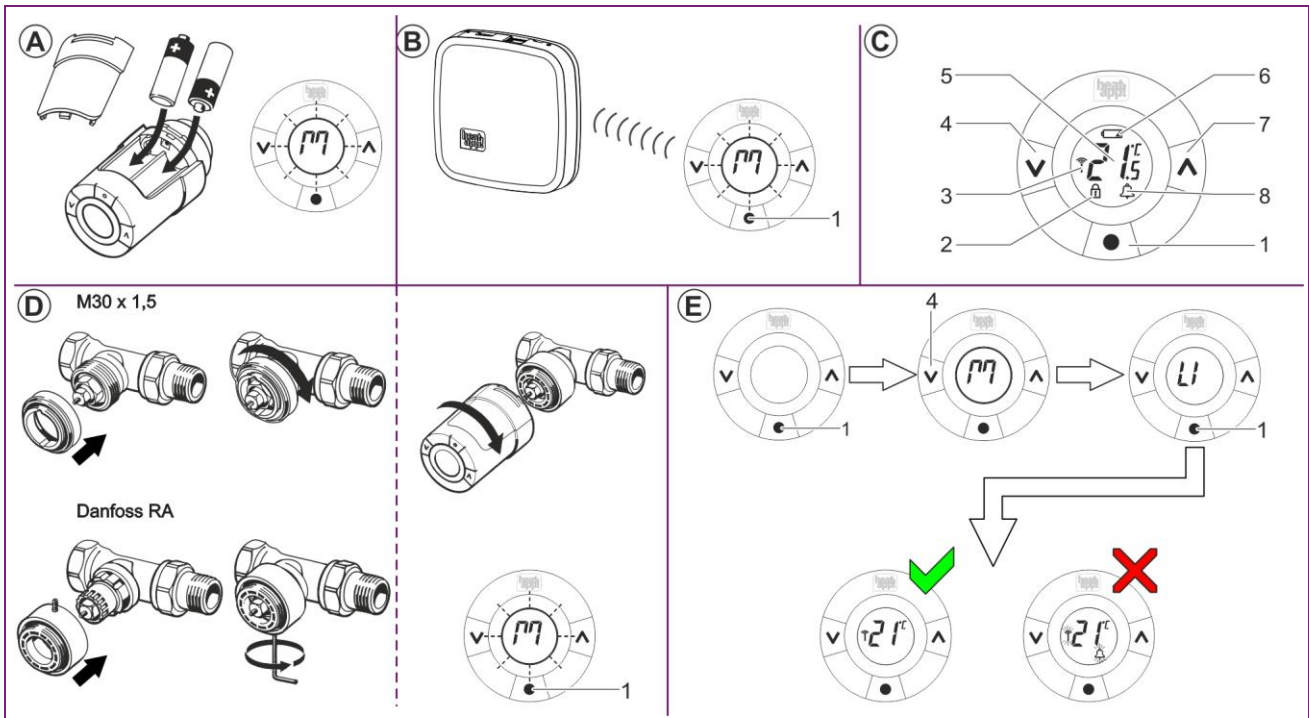

Abb. 13: Montage und Anmelden **heatapp! drive**
6. Drücken Sie die Lerntaste (Abb. 13, D, Pos. 1) für 3 Sek. bis das Display erlischt und der **heatapp! drive** sich hörbar am Ventil fixiert.
Siehe auch Abb. 13 auf Seite 36, E.